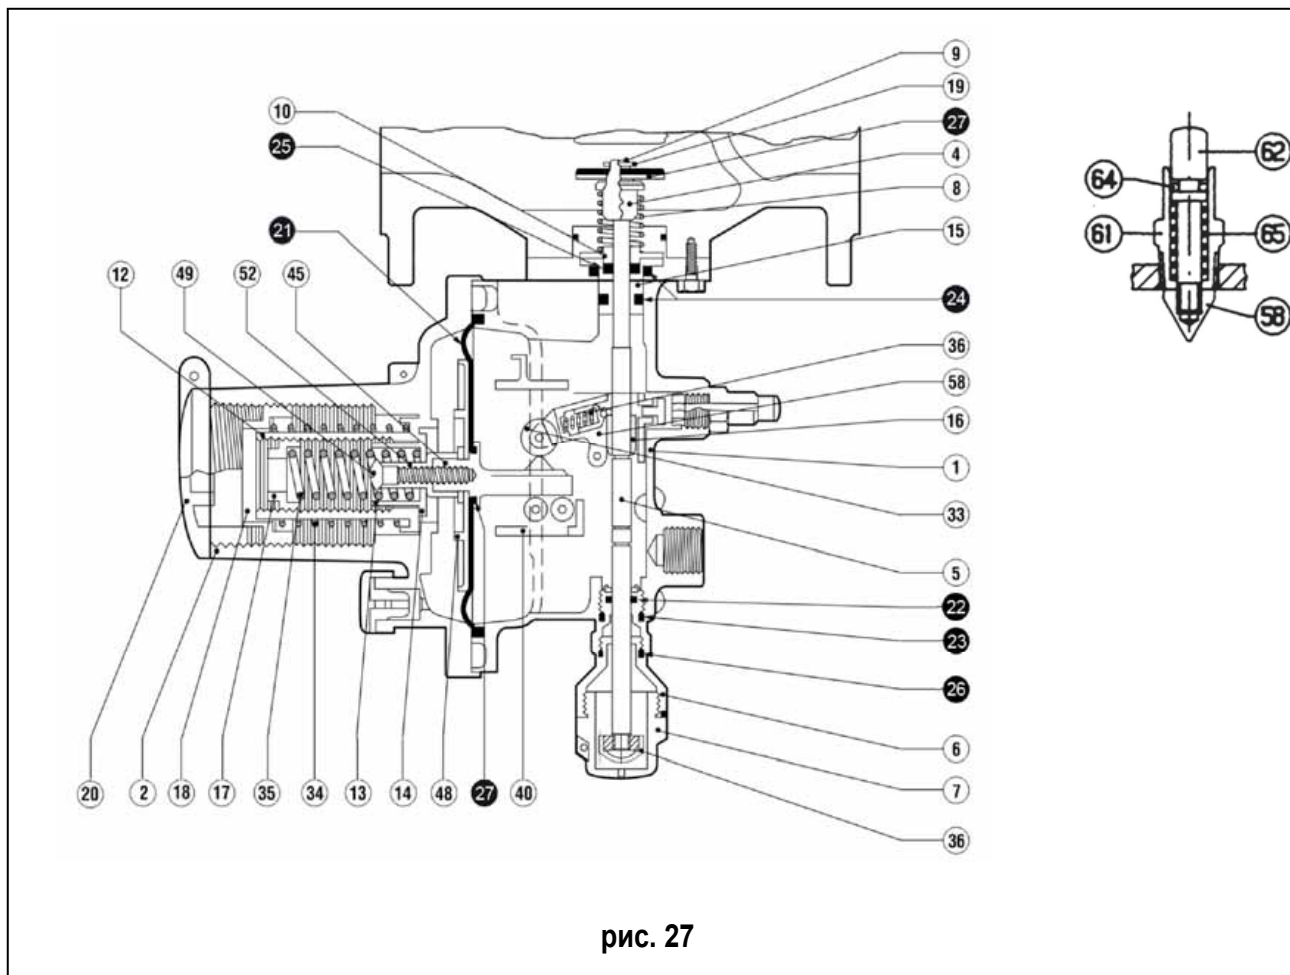

рис. 27
7.5 ОТСЕКАЮЩИЙ КЛАПАН LA/..(рис. 27)